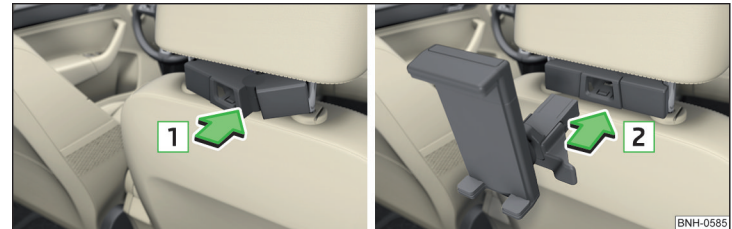

Abb. 81 Einsetzen: Adapter / Halter
- Zum **Einsetzen** den geöffneten Adapter an die Führungsstangen der Kopfstütze vorn ansetzen und in Pfeilrichtung **1** einclipsen » Abb. 81 » **!**.